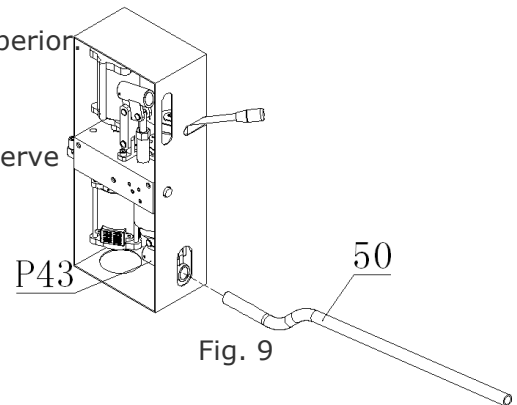

Fig. 9
A): No funcionamento da bomba de alta pressão colocar o tubo de punho (50) no suporte do punho (31) superior
B): No funcionamento da bomba baixa pressão, colocar o tubo de punho (50) na tomada inferior (43). Por favor, observe a Fig. 9.